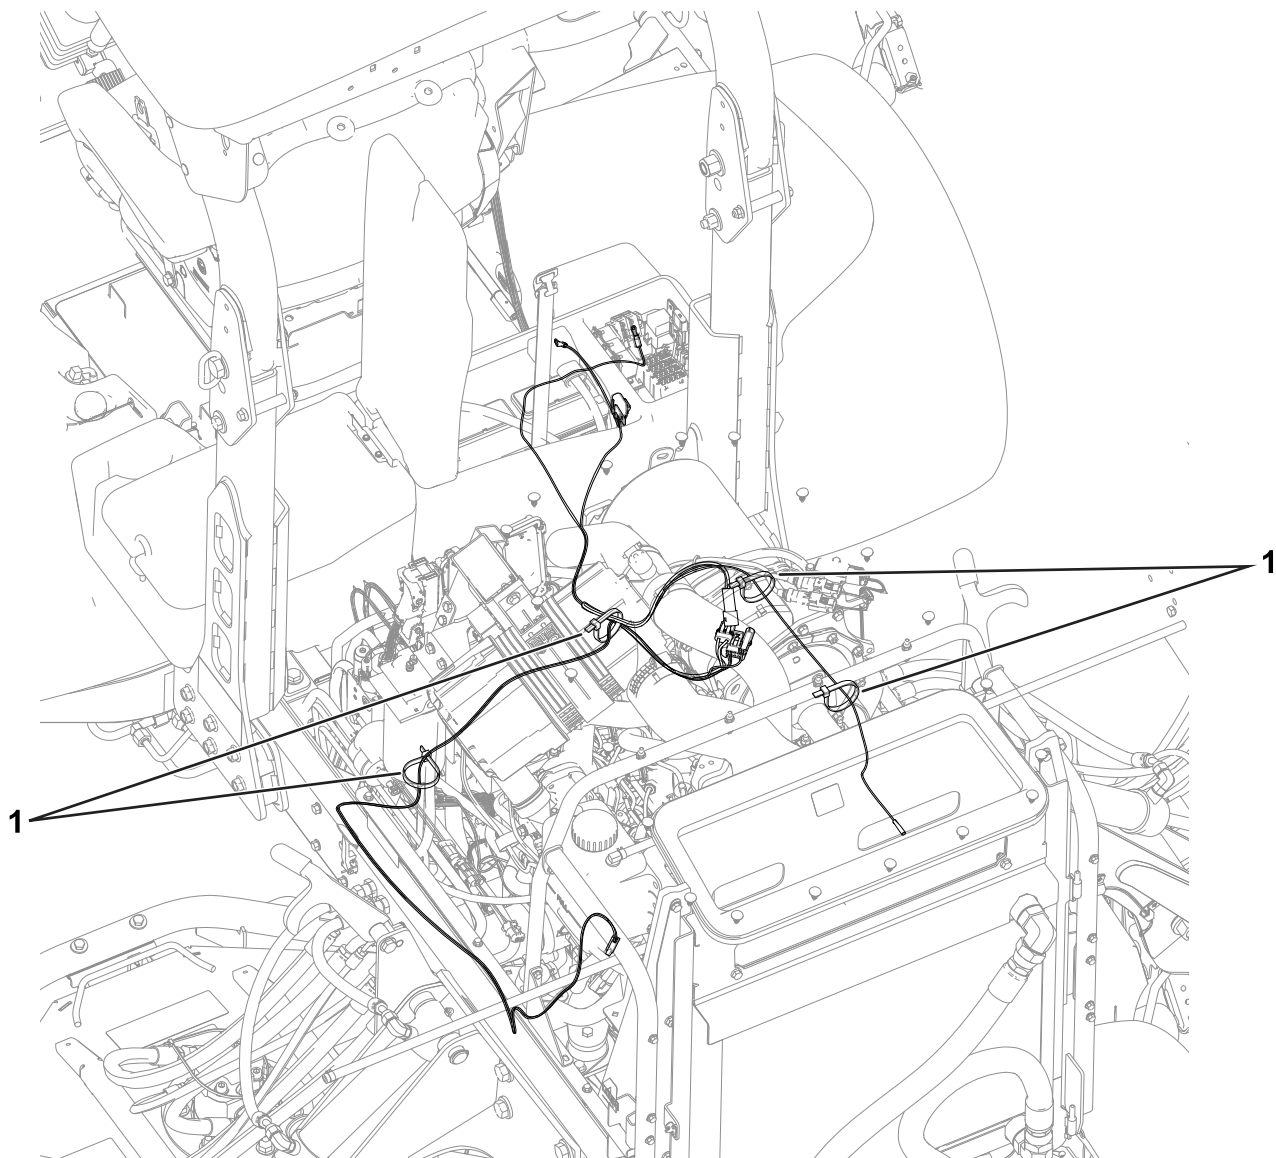

图8
3. 如图8所示布置线束。
用扎带将线束固定到机器请参阅图8。